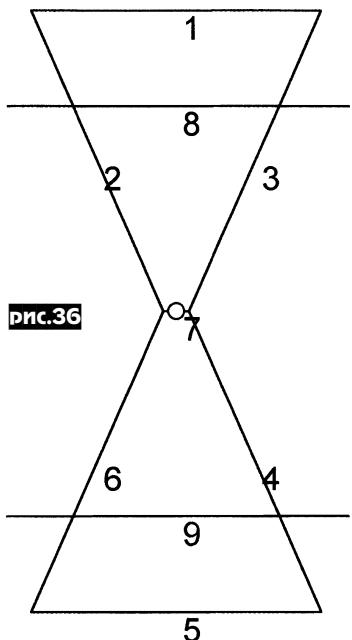

рис.36
**Гюнтер Грюнбек** (DH1NAW) сконструировал направленную **двойную дельта-петлевую антенну с рефлектором**, оптимизировав ее характеристики с помощью «антенной» программы EZNEC. На **рис.36** показан эскиз антенны для диапазона 70 см, где стороны треуголь-